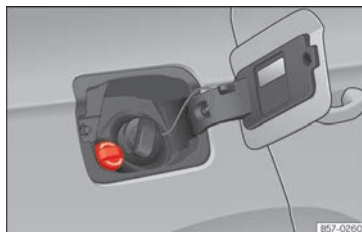

Abb. 188 Verschlussdeckel des AdBlue®-Tanks.
- Öffnen Sie die Tankklappe **»» (Abb. 188)**.
- Verschlussdeckel des SCR-Einfüllstutzens nach links drehen »» (Abb. 188).